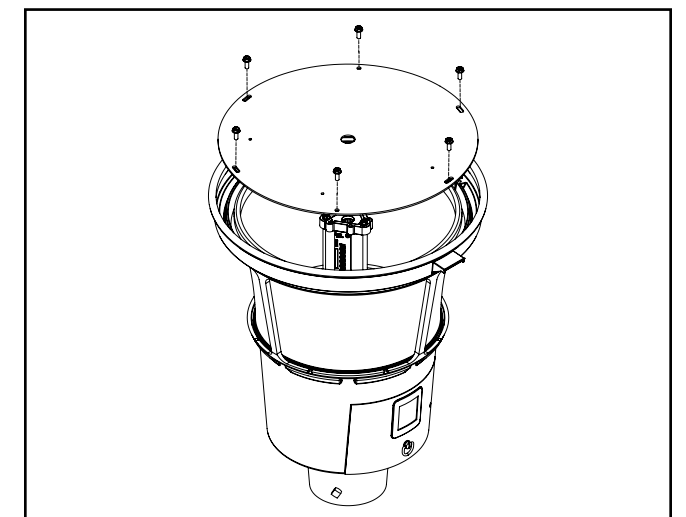

Figure 6.
3. Dévissez les six (6) vis no 10-24 retenant le couvercle. (Figure 6)